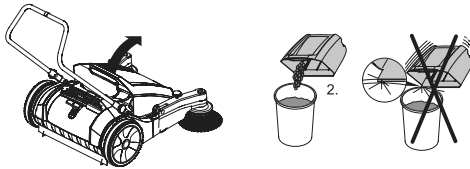

Fig. 11 – Limpeza do reservatório
Faça inspeções periódicas após o uso, e se necessário, reaperte o parafuso do rodízio (4) com a chave fixa adequada, conforme Fig. 11.